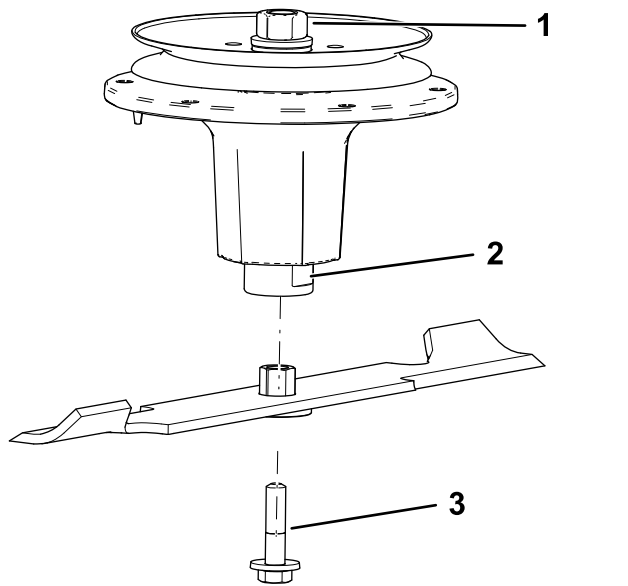

Figura 94
2. Instale el conjunto de buje/cuchilla en el eje (Figura 94).